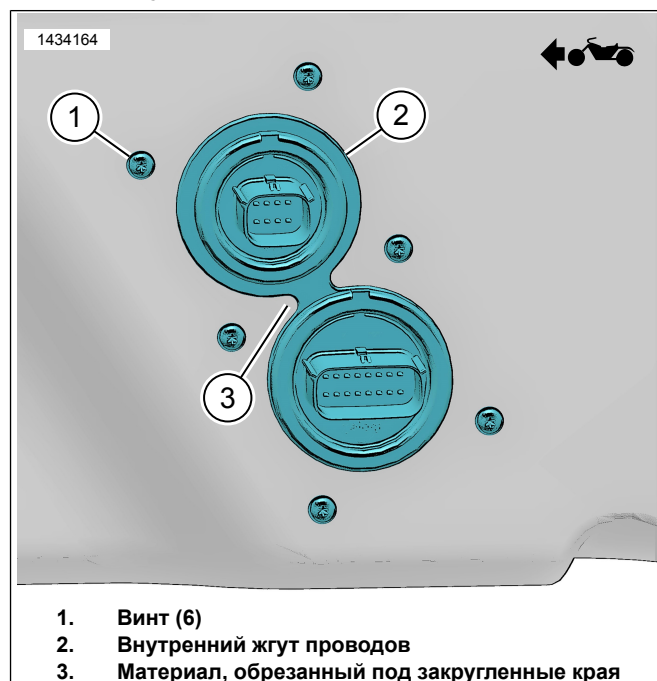

Рисунок 10. Внутренний жгут проводов
- Рисунок 10 Обрежьте материал под закругленные края (3).
11. Рисунок 10 Установите внутренний жгут проводов (2).